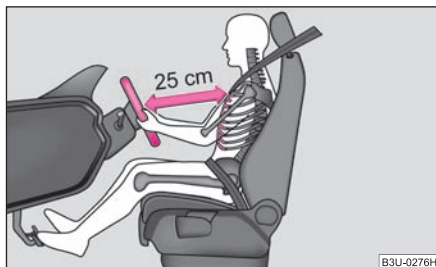

Fig. 99 Distanța sigură față de volan
- Între șofer și volan trebuie să existe o distanță de cel puțin 25 cm ⇒ fig. 99. Dacă nu se respectă această distanță, sistemul airbag nu își poate exercita eficiența maximă – Pericol!